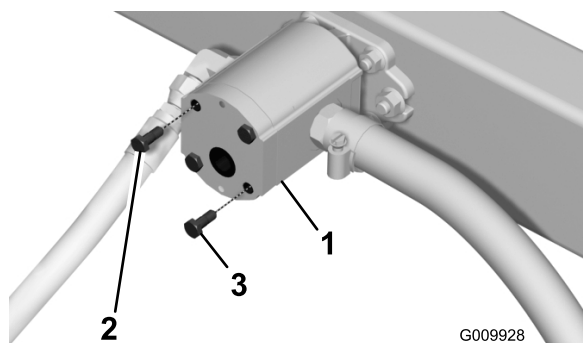

Рисунок 5
3. Снимите верхний левый и нижний правый винты с плиты установленного насоса (Рисунок 5).